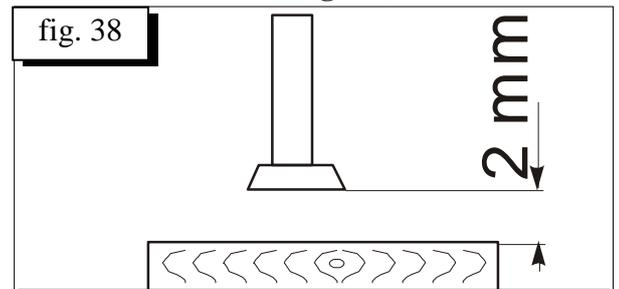

fig. 38
- Desserrez la poignée **A** /fig.38/
**Pour un serrage efficace, la plaque de serrage doit se situer à 2mm au-dessus de la surface de l'ébauche avant de serrer avec le levier (fig. 38).**